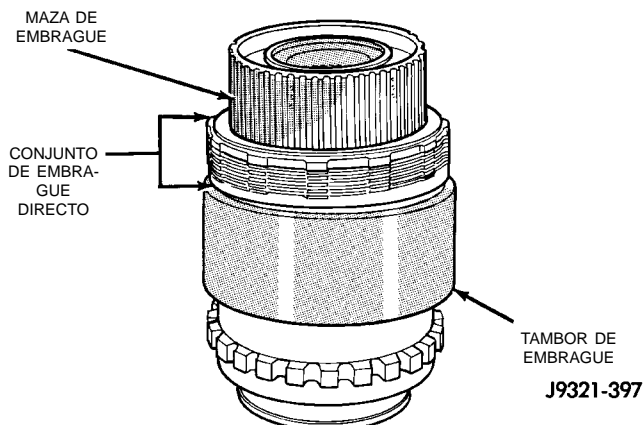

Fig. 241 Instalación del conjunto de embrague directo y maza de embrague
(19) Instale la maza de embrague y el conjunto de embrague en el muelle del embrague directo (Fig. 241). **Asegúrese de que la maza esté colocada sobre las estrías del engranaje solar antes de continuar.**